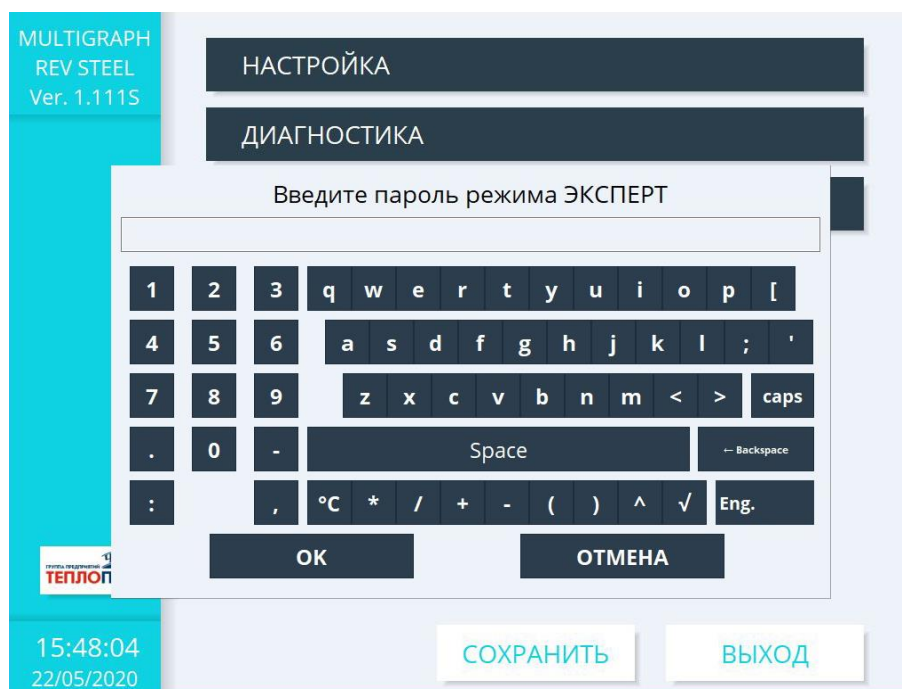

Рисунок 2.3 – Окно «Настройки» экспертной установки
2.3.5.2 Экспертная установка регистратора предназначена для опытных пользователей и обслуживающего персонала. При обращении к программе всегда запрашивается четырехзначный код доступа, при заводских настройках пароль «0000» (рисунок 2.3).